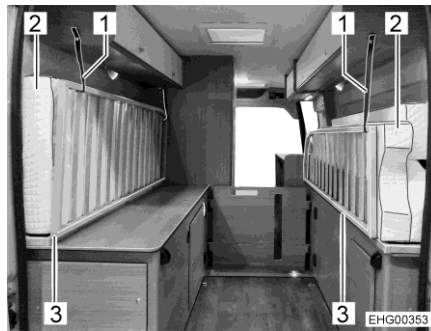

Bild 44 Madrasser och sängbottnar (transportläge)
- Vik upp madrasserna (med mellanbräda och tvärbalk) mot höger och vänster sida, se Bild 44.
- Fäll upp båda sängbottnarna (Bild 44,3).
- Säkra madrasserna (Bild 44,2) och sängbottnarna med säkerhetsrem (Bild 44,1) på båda sidor.